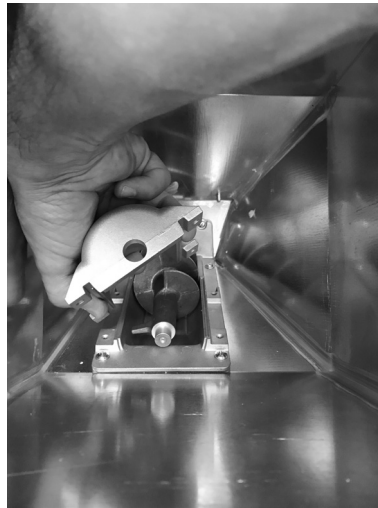

Fig. 78 - Gehäuse entfernen
- Über den Tank die 4 Schrauben des Schneckengehäuses entfernen (siehe **Fig. 78**).